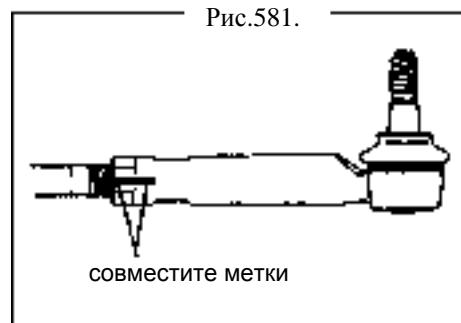

Рис.581.
- (а) Закрутите крышку и шаровую опору до совпадения меток (рис.581).